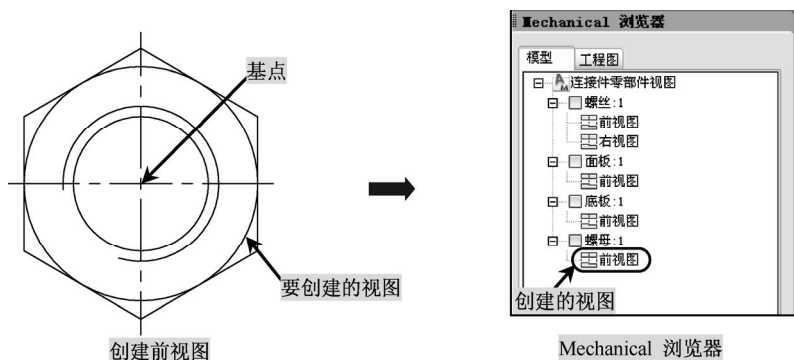

图 7-28 创建螺母前视图
5) 现在用几种不同的方法来给一个零部件添加相关视图。执行“结构|创建|零部件”命令(amscreate),创建“螺母”零部件视图,在命令行中将显示如下提示信息,如图 7-28 所示。